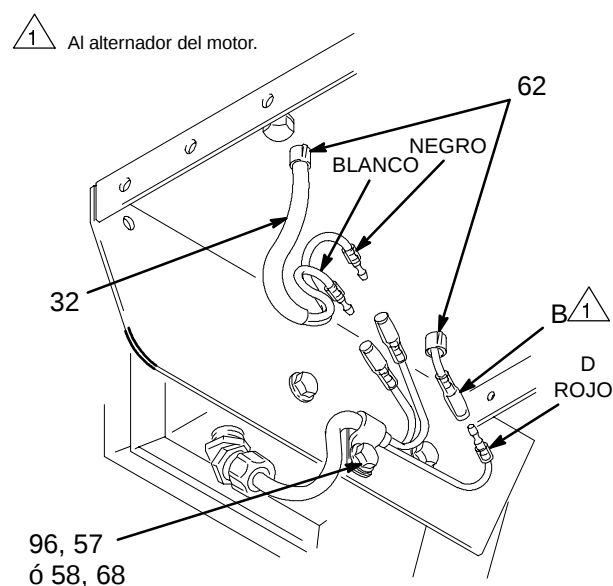

Fig. 18
6. Coloque el conjunto del **motor (1)** sobre el carro. Alinee los orificios de montaje. Guíe el cable (B) del motor y las guarniciones del cableado (29) desde el inductor, por las arandelas internas (62) correspondientes de la placa de montaje (E). Instale los tornillos de brida (14) y las tuercas (48 ó 57) y apriete a un par de $20 \pm 2,7$ N.m. Coloque el tornillo de cabeza (15) que sujeta el cárter del embrague (2) por debajo de la placa de montaje del motor. Conecte el cable del motor (B) al cable rojo (D), y conecte los cables blanco y negro tal como se muestra en la Fig. 18.